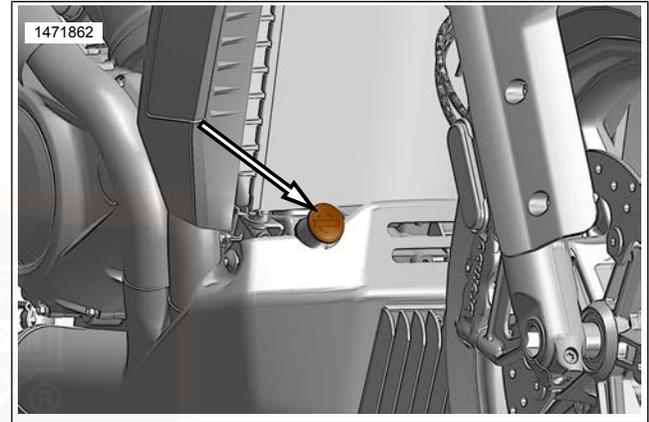

Abbildung 65. Kühlmittel-Einfüllverschlussstopfen/Messstab
3. Kühlmittel-Behälterkappe/Messstab entfernen. Siehe Abbildung 65.
5. Wenn der Stand unter der „MIN“-Linie (1) liegt, GENUINE HARLEY-DAVIDSON EXTENDED LIFE ANTIFREEZE AND COOLANT einfüllen, bis der Flüssigkeitsstand die „MAX“-Linie (2) erreicht.
6. Kühlmittel-Behälterkappe/Messstab anbringen. Siehe Abbildung 65.